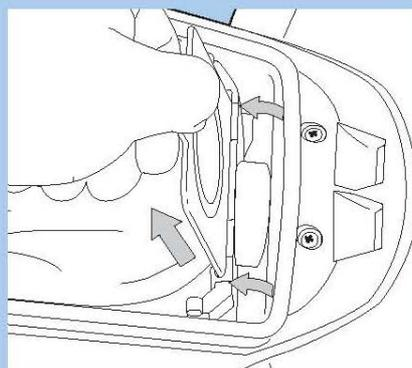

Рисунок 7
- 19 Pivot the bag collar away from the bag inlet (Fig. 7) and lift the bag by the collar tab out of the chamber.
- 19 Проверните держатель мешка внутрь отсека (Рис. 7) и выньте мешок из его камеры, потянув его за «воротничок».
- 19 Gire el aro de la bolsa alejándolo de la entrada de la misma (Fig. 7) y levante la bolsa tomándola por la lengüeta del aro para extraerla de la cámara.